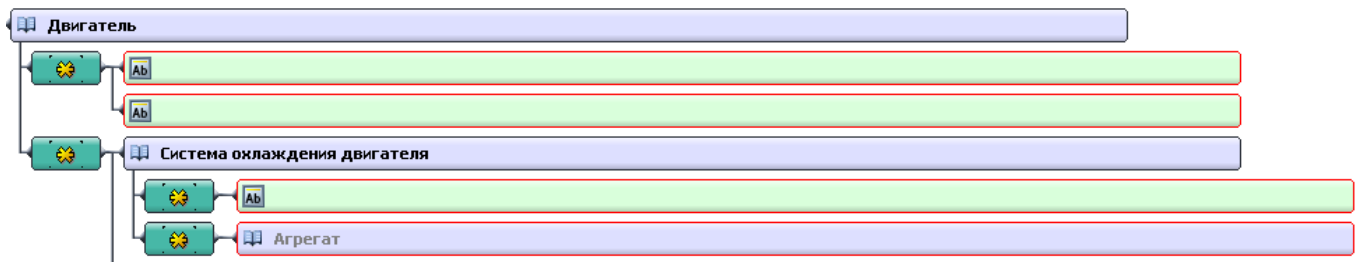

Рисунок 49
- 4) Разверните структуру подсистемы «Система охлаждения двигателя» (рисунок 49).